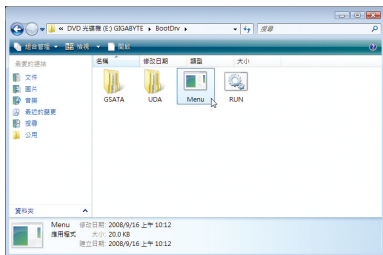
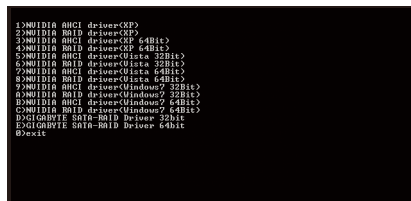

图2
图3
- 2: 进入光盘中「BootDrv」文件夹，双击「Menu.exe」文件(图2)后会出现「命令提示字符」画面，内含如图3的控制器选单。
- 3: 放入空白软盘。依所要安装的系统按下SATA控制器驱动程序代码后再按<Enter>键。以图3的选单为例，若要复制 Windows XP (32-bit) 操作系统的RAID驱动程序请选择「2」NVIDIA RAID driver (XP)」。